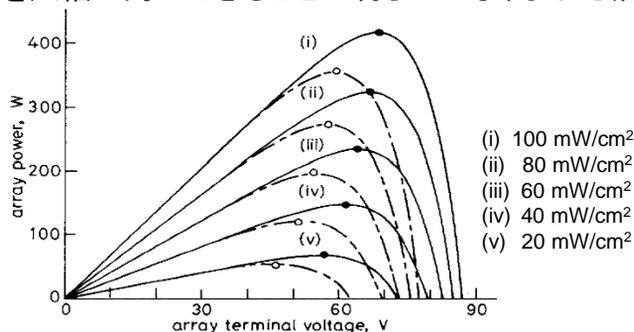

図1 電流と電圧の関係(P-V曲線)
- 太陽電池パネルが出力を最大化できる電流と電圧の関係を図1に示します。